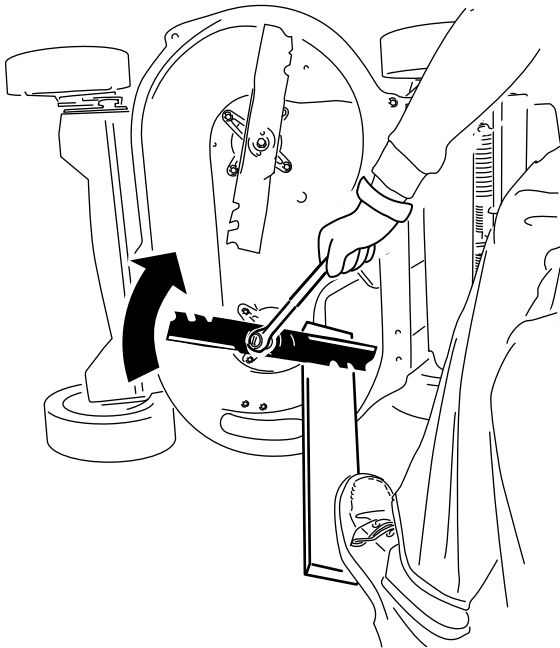

Figura 43
2. Segure cada lâmina com uma tábua e rode o parafuso da lâmina no sentido dos ponteiros do relógio com uma chave como se mostra na Figura 43; aperte o parafuso da lâmina com 82 N·m.